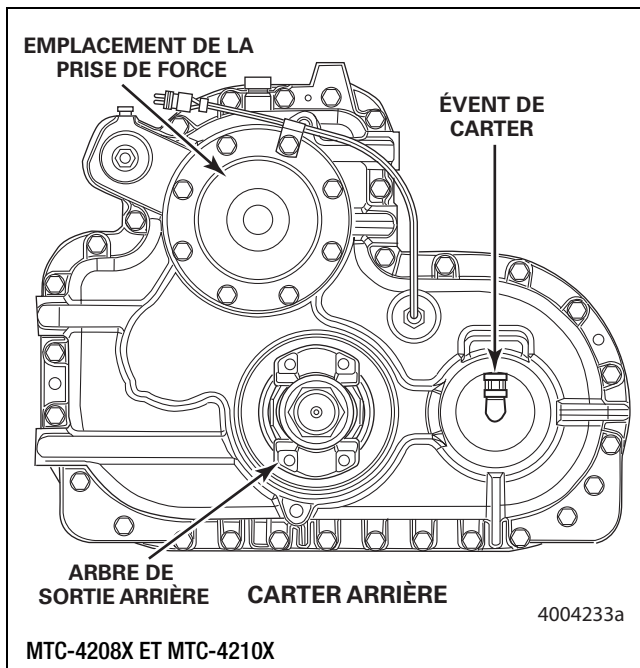

Figure 6.44
1. Si nécessaire, installer l'évent sur le carter arrière. Figure 6.44.
3. Retirer l'évent de carter. Figure 6.44.